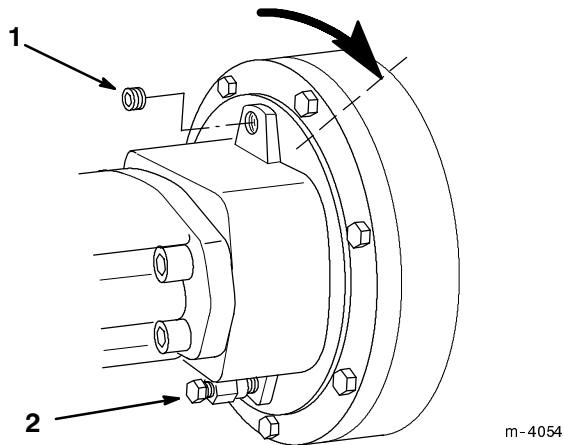

Figure 11
2. Tourner la tête d'entraînement de telle sorte que le bouchon de vidange d'huile soit dirigé vers le haut et le bouchon de reniflard vers le bas (Fig. 11).
3. Retirer le bouchon de vidange d'huile (Fig. 11)
4. Tourner la tête d'entraînement de tarière pour que l'ouverture de vidange soit en position "2 heures" (Fig. 11). L'huile doit juste commencer à sortir de l'ouverture.
1. Placer la tête d'entraînement au-dessus d'un bac de vidange avec le bouchon de vidange d'huile (Fig. 11) tout en bas, tourné vers le bac de vidange.